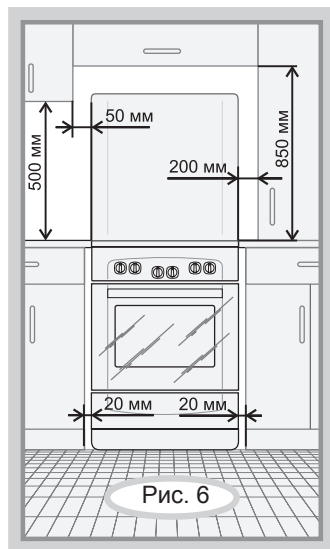

Рис. 6
- Минимальные расстояния, которые необходимо выдержать при установке плиты, показаны на рис. 6. Задняя стенка варочной панели плиты должна отстоять от поверхности стены не менее чем на 50 мм.